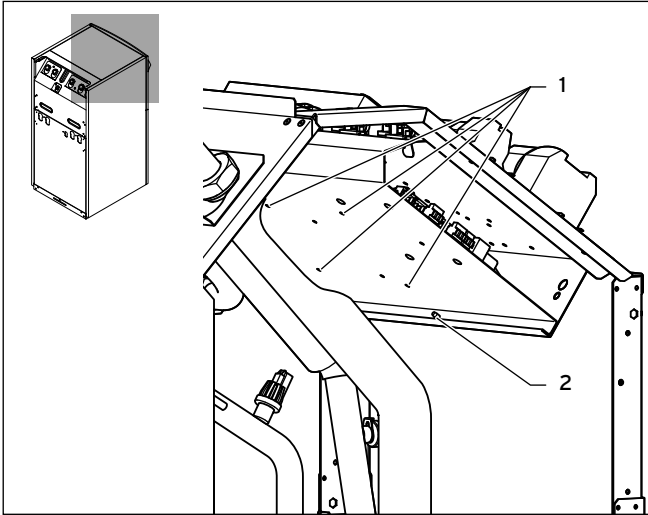

Abb. 4.3 Montage Befestigungsstege geoTHERM VWS/VWW/VWL-S ..1 und VWS ..4
- Stecken Sie den blauen Stecker der Steuerleitung des Anlaufstrombegrenzers (1) an die Reglerplatine (3).
- Klappen Sie die untere Schaltkastenebene wieder hoch und drehen Sie die Schraube (→ **Abb. 4.3, Pos. 2**) wieder ein.